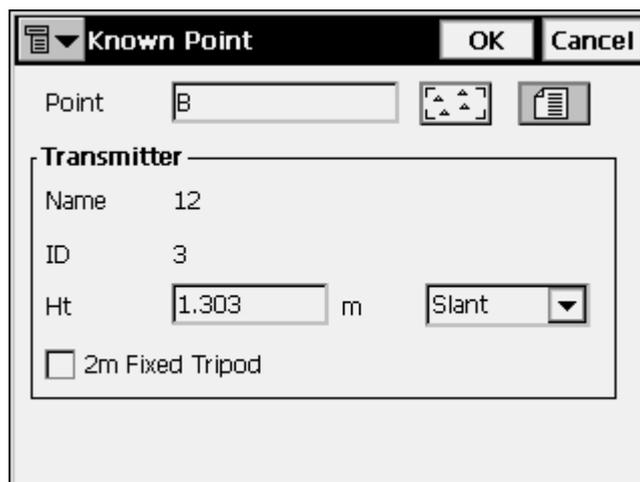

Рисунок 6-7. Введите положение Лазера
7. В окне **Known Point** (**Известная точка**) задайте приводимые ниже параметры и нажмите **ОК** (рис. 6-7 на стр. 6-7):